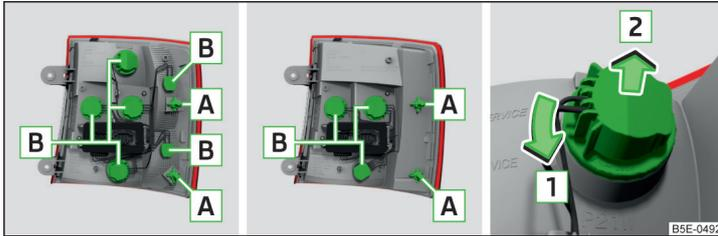

Abb. 340 Äußerer Teil der Leuchte: Grundleuchte / Leuchte mit LED-Leuchtmitteln
- › Die Fassung mit der Glühlampe **B** in Pfeilrichtung **1** drehen » Abb. 340.